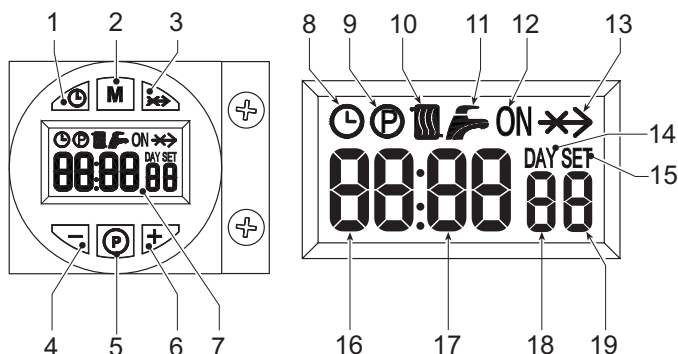

fig. 1 - Tableau des commandes
La demande d'allumage (due à la fermeture du contact sur les bornes 7-8 (voir fig. 14), réglée par défaut) est signalée par le pictogramme radiateur (rep. 10 - fig. 1).
- Appuyer sur le bouton de configuration jour/heure (rep. 1 - fig. 1).
- Les icônes HORLOGE et JOUR clignotent sur l'afficheur (rep. 7 - fig. 1) : programmer le jour en appuyant sur les touches + et - (rep. 4 et 6 - fig. 1) en sachant que 1=lundi, 7=dimanche. Confirmer le jour en appuyant sur le bouton de réglage du jour/heure (rep. 1 - fig. 1).
- Les deux chiffres de l'HEURE et l'icône HORLOGE clignotent sur l'afficheur (rep. 7 - fig. 1) : régler l'heure en appuyant sur les touches + et - (rep. 4 et 6 - fig. 1), de 00 à 23. Confirmer l'heure en appuyant sur le bouton de réglage du jour/heure (rep. 1 - fig. 1).
- Les deux chiffres des MINUTES et l'icône HORLOGE clignotent sur l'afficheur (rep. 7 - fig. 1) : régler les minutes avec précision en appuyant sur les touches + et - (rep. 4 et 6 - fig. 1), de 00 à 59. Confirmer les minutes en appuyant sur le bouton de réglage du jour/heure (rep. 1 - fig. 1). Fonctionnement Chauffage automatique, Manuel ON, Manuel OFF
Appuyer sur le bouton de sélection du mode de fonctionnement (rep. 2 - fig. 1) pour configurer le :
- Fonctionnement automatique, l'afficheur (rep. 7 - fig. 1), visualise l'icône HORLOGE. La demande d'activation et de désactivation du brûleur dépend du programme hebdomadaire programmé. Pour la tranches horaires de demande, l'afficheur (rep. 7 - fig. 1), visualise également l'icône ON.
- En mode de Fonctionnement Manuel On, l'afficheur (rep. 7 - fig. 1), visualise uniquement l'icône ON. Le brûleur se trouve toujours en état de demande
- En mode de Fonctionnement Manuel Off, l'afficheur (rep. 7 - fig. 1), ne visualise ni l'icône ON, ni l'icône HORLOGE. Le brûleur est éteint
Le programme hebdomadaire est prédéfini avec 3 tranches horaires ON et 3 tranches horaires OFF : elles sont identiques pour chaque jour de la semaine. Pour la tranches horaires de demande, l'afficheur (rep. 7 - fig. 1), visualise l'icône ON.
- Appuyer sur le bouton Programmation « P » (rep. 5 - fig. 1)
- Sélectionner le jour à programmer en appuyant sur les touches + et - (rep. 4 et 6 - fig. 1) :
- Appuyer sur le bouton Programmation « P » (rep. 5 - fig. 1) :
- Utiliser les touches + et - (rep. 4 et 6 fig. 1) pour modifier le début de la 1ère tranches horaires de ON ; exemple 06:00Appuyer sur le bouton Programmation « P » (rep. 5 - fig. 1)
- Utiliser les touches + et - (rep. 4 et 6 fig. 1) pour modifier le début de la 1ère tranches horaires de OFF ; exemple 09:00Appuyer sur le bouton Programmation « P » (rep. 5 - fig. 1)
- Utiliser les touches + et - (rep. 4 et 6 fig. 1) pour modifier le début de la 2e tranches horaires de ON ; exemple 12:30Appuyer sur le bouton Programmation « P » (rep. 5 - fig. 1)
- Utiliser les touches + et - (rep. 4 et 6 fig. 1) pour modifier le début de la 2e tranches horaires de OFF ; exemple 14:00Appuyer sur le bouton Programmation « P » (rep. 5 - fig. 1)
- Utiliser les touches + et - (rep. 4 et 6 fig. 1) pour modifier le début de la 3e tranches horaires de ON ; exemple 16:00Appuyer sur le bouton Programmation « P » (rep. 5 - fig. 1)
- Utiliser les touches + et - (rep. 4 et 6 fig. 1) pour modifier le début de la 3e tranches horaires de OFF ; exemple 23:30Appuyer sur le bouton Programmation « P » (rep. 5 - fig. 1)
11. Appuyer 3 secondes sur le bouton Programmation « P » (rep. 5 - fig. 1) pour quitter la modalité de programmation.
Pour entrer dans le menu Paramètres, appuyer 5 secondes sur le bouton de programmation « M » (rep. 2 - fig. 1). L'écran affiche le paramètre « u01 » : identifié par « SET 01 ». Appuyer sur le bouton « P » (rep. 5 - fig. 1) pour faire défiler la liste des paramètres.
Pour modifier la valeur d'un paramètre, appuyer sur les touches + et - (rep. 4 et 6 - fig. 1) : la modification sera sauvegardée automatiquement. Après avoir modifié le paramètre, attendre 3 secondes : la valeur clignote et est sauvegardée.
Pour quitter le menu, appuyer 5 secondes sur le bouton « Sélection du mode de fonctionnement - M » (rep. 2 - fig. 1).
Pour entrer dans le menu Paramètres, appuyer 10 secondes sur le bouton de programmation « P » (rep. 5 - fig. 1). L'écran affiche le paramètre « t01 » : identifié par « SET 01 ». Appuyer sur le bouton « P » (rep. 5 - fig. 1) pour faire défiler la liste des paramètres.